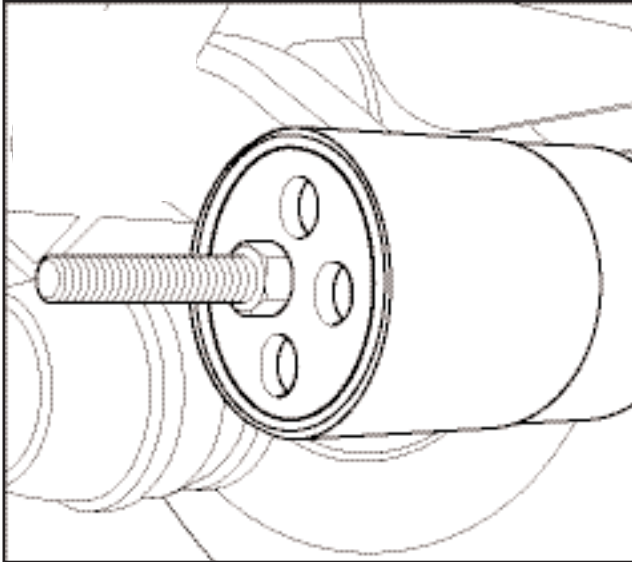

Fig 3.35
3. Poser l'outil pour bague sur le bras oscillant comme indiqué (figure 3.35).